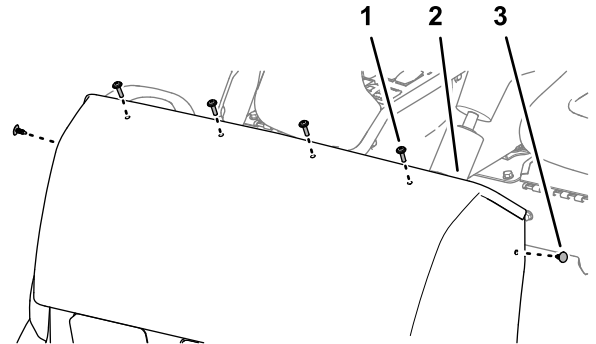

Bild 61
5. Entfernen Sie die vier Kreuzschlitzschrauben (1/4" x 1"), mit denen die Haube am Armaturenräger befestigt ist (Bild 61).
6. Entfernen Sie die beiden Eindrückbefestigungen, mit denen die Haube am Armaturenräger befestigt ist (Bild 61).